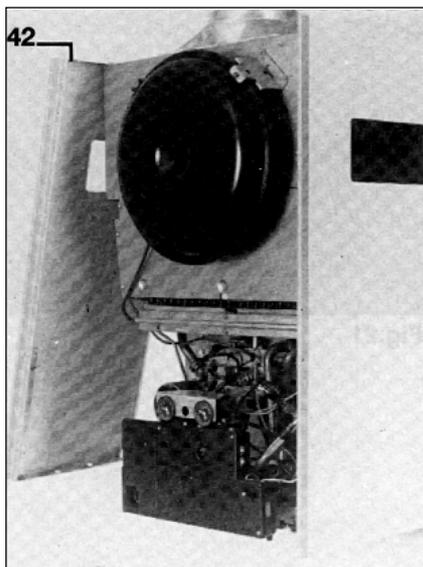
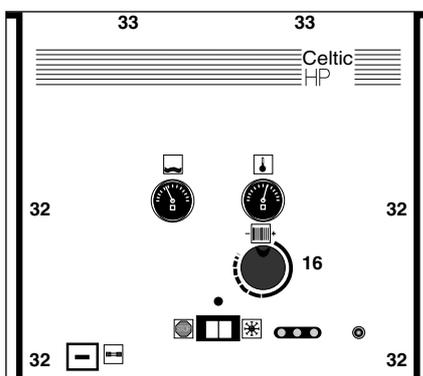

Fig. 21
Fig. 22
2) Assembler les pièces en commençant par les deux panneaux de côté (fig. 21), après avoir placé les amortisseurs en caoutchouc au niveau de la fixation des têtens supérieurs (42) (fig. 21).
- Engager les 5 vis (32) (fig. 22) prévues pour sa fixation afin de le maintenir. Il est possible ensuite de visser complètement ces 5 vis de fixation et de bloquer les vis des panneaux de côté.
4) Accrocher le panneau avant en l'engageant dans les deux têtens supérieurs (42) (fig. 21), et ajouter les 2 vis (33) (fig. 22) de fixation dans la partie inférieure.
5) Poser le bouton de réglage de la température chauffage (16) (fig. 22).